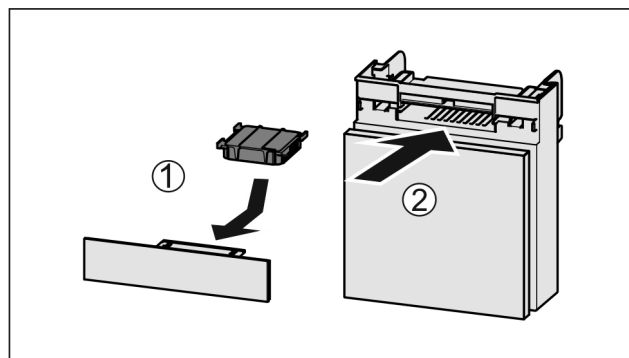

Fig. 169
- Anbring aktivkulfilteret som vis på billedet Fig. 169 (1).
- Skub rummet ind Fig. 169 (2).